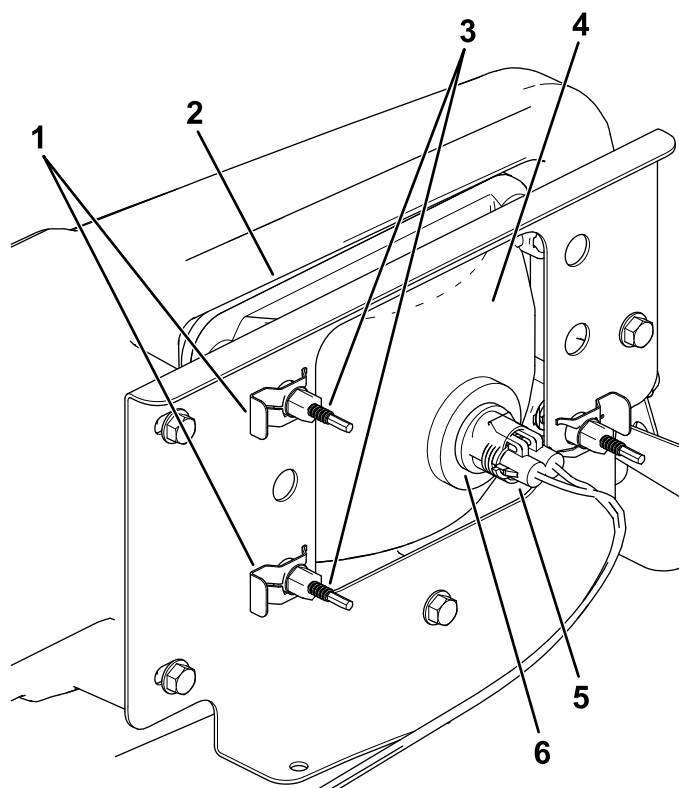

Figura 42
3. Desconecte el conector eléctrico del arnés de cables del conector del conjunto de la lámpara (Figura 42).
4. Retire los conectores rápidos que sujetan el faro al soporte del faro (Figura 42).
5. Retire el faro desplazándolo hacia adelante y pasándolo por el hueco del parachoques delantero (Figura 42).
6. Introduzca el faro nuevo a través del hueco del parachoques (Figura 42).
7. Sujete el conjunto del faro con los conectores rápidos que se retiraron en el paso (4).
8. Conecte el conector eléctrico del arnés de cables al conector del conjunto de la lámpara (Figura 42).
5. En la parte trasera del faro, gire los tornillos de ajuste (Figura 42) para pivotar el conjunto y ajustar de la posición del haz de luz.